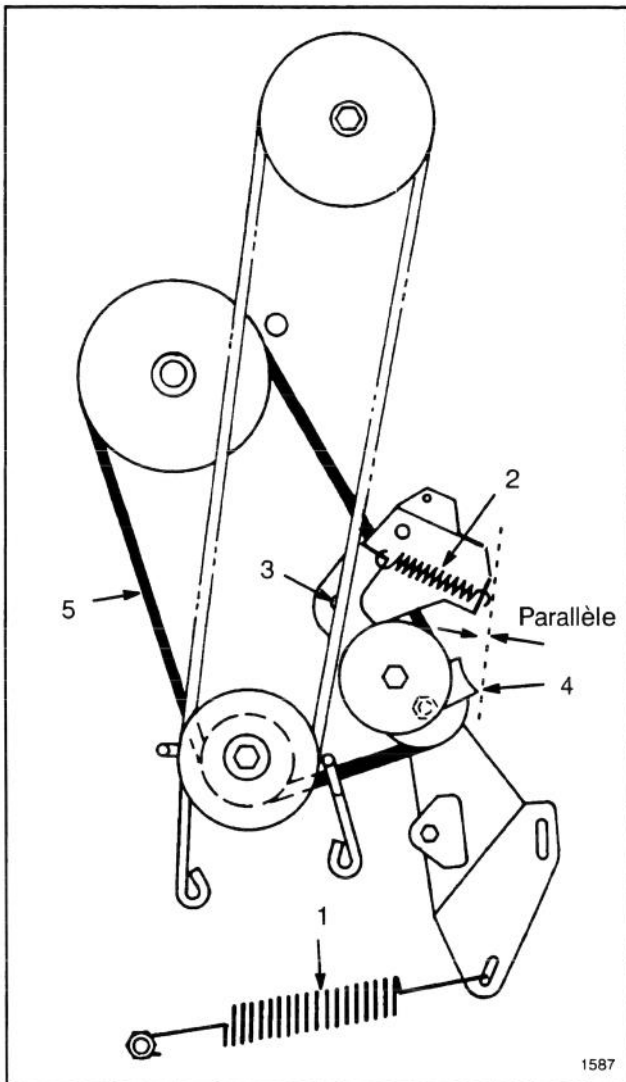

Figure 20
7. Décrocher le grand ressort de traction de sa vis de fixation (Fig. 20). Faire attention car le ressort est fortement tendu.
8. Décrocher le ressort de renvoi du support de poulie de renvoi (Fig. 20).
9. Retirer avec sa rondelle le contre-écrou fixant le support de poulie de renvoi au châssis, et déposer le support (Fig. 20).
10. Desserrer le contre-écrou sur la poulie pour pouvoir retirer le guide de courroie (Fig. 20), et retirer la courroie de toutes les poulies.
**Remarque:** En remontant le guide de courroie sur la poulie de renvoi, s'assurer que le bord du guide de courroie soit parallèle au châssis, comme illustré à la figure 20.